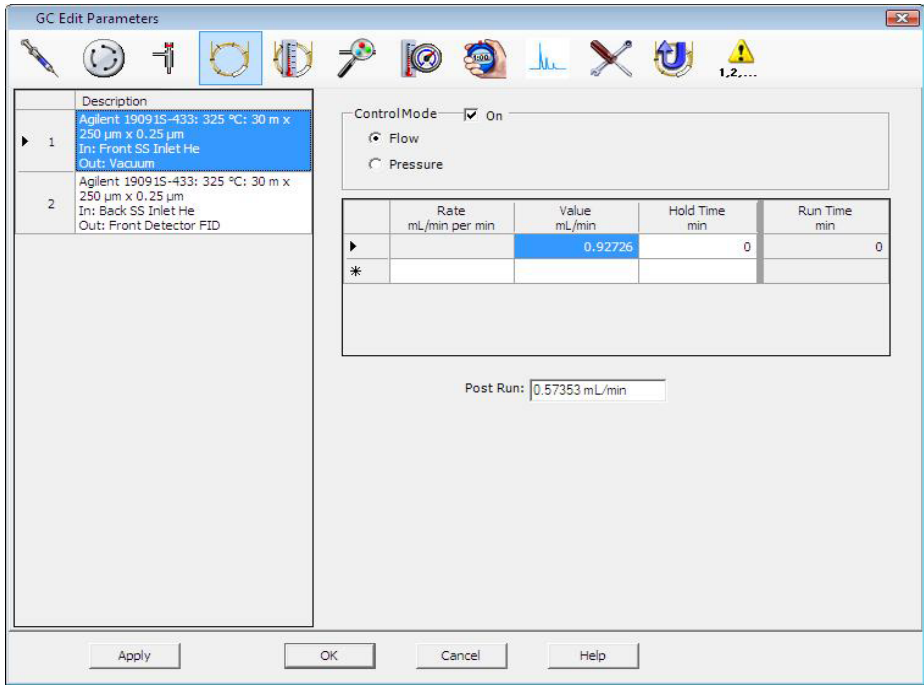

Figura 17 Calcolo del flusso della colonna
- 2 Fare clic sull'icona **Columns** (la Figura 17 mostra un esempio).